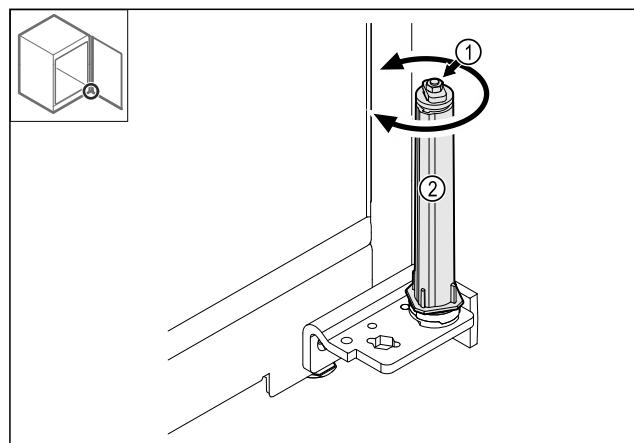

Fig. 41
- Не разглобявайте винтовото съединение Fig. 41 (1) на затварящата система.
- Въртете затварящата система Fig. 41 (2), докато тя щракне.